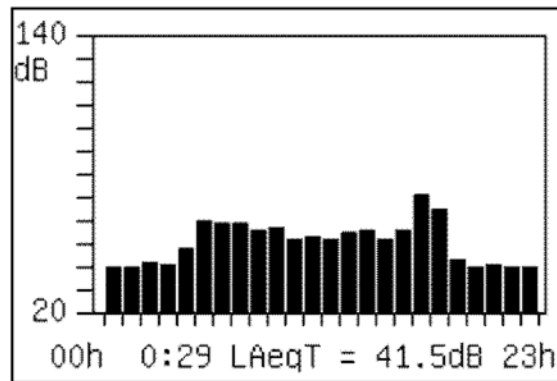

Fig. 45: Visualizzazione grafico distribuzione valori analisi "24H"
2. Premere il tasto per visualizzare in dettaglio i valori di ogni intervallo considerato (ex: 8 intervalli nella Fig. 45). Premere i tasti o per passare a pagine successive e i tasti o per la visualizzazione dei valori dei parametri **Ld**, **Ln** e **Ldn**